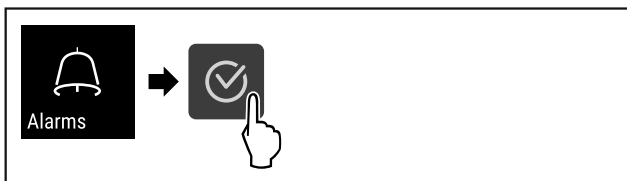

Fig. 105
- ▶ Kryeni hapat e veprimit (shihni Fig. 105) .